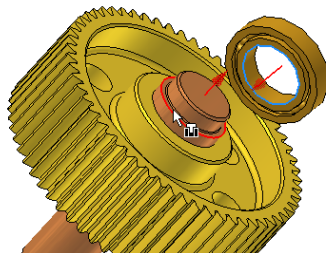

图 10-13 插入约束示意图
①单击【装配】标签栏【位置】面板上的【约束】工具按钮,打开【放置约束】对话框。
②装配类型选择为【插入】,选择如图 10-13 所示的两个圆形端面(有箭头符号垂直与该表面),偏移量设置为零,方式选择为【反向】即可。